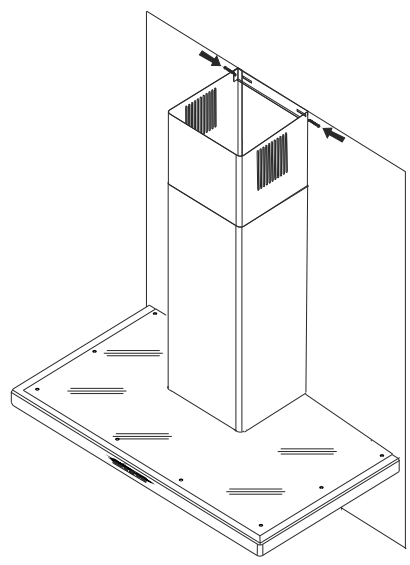

Abb.M4
4. Montage des Schachtes (Abb. M4)